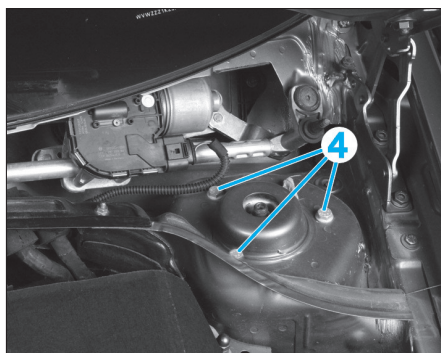

Fig. 9
- Déposer les vis de fixation supérieure (4) de l'élément de suspension (Fig.9).